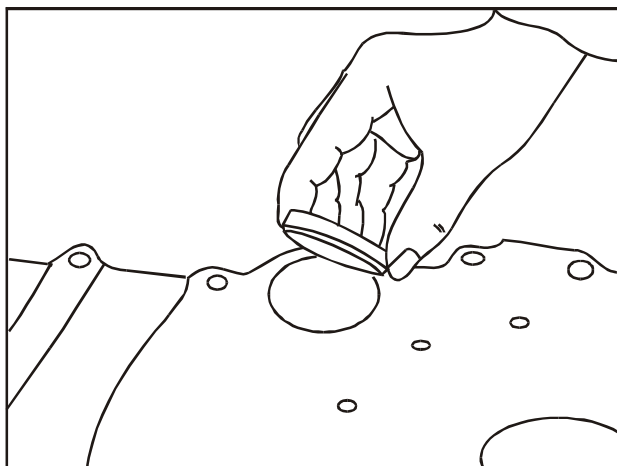

FIG 8
2. Remova o bujão traseiro da árvore de comando das válvulas **Fig. 8**.